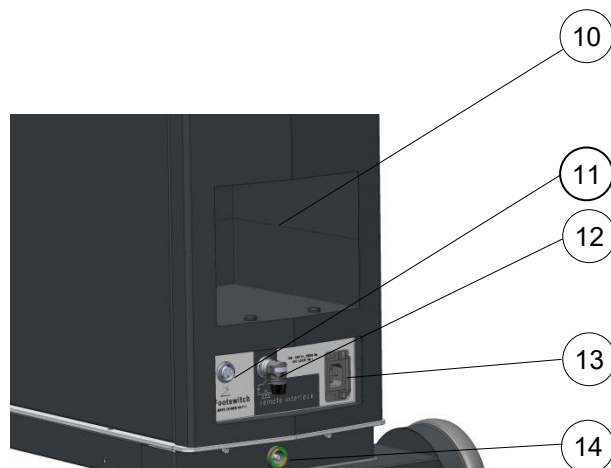

Abb. 3-2: Geräterückseite
- Um die ELIOS laser console vom Versorgungsnetz zu trennen ist der Netzstecker am Gerät (Abb. 3-2) abzustecken.
- Die ELIOS laser console ist so zu positionieren, dass ein Abstecken des Netzsteckers am Gerät (Abb. 3-2) problemlos möglich ist.
Der Fußschalter wird am Fußschalteranschluss (Abb. 3-2) angesteckt. Der Fußschalter dient zur Auslösung der Laser-Emission. Nach Betätigung des Fußschalters wird Laserstrahlung erzeugt. Sobald der Fußschalter gelöst wird, wird die Laser-Emission unterbrochen.
Die ELIOS laser console ist mit einer Potentialausgleichsbuchse ausgestattet (Abb. 3-2). Über ein Potentialausgleichskabel kann dadurch eine Verbindung zu einem zusätzlichen Potentialausgleich (ZPA) hergestellt werden.
Am Gerät steht ein Steckverbinder zum Anschluss einer fernbedienbaren Sicherheitsverriegelung, z.B. Türkontakt, zur Verfügung (Abb. 3-2). Sind die Kontakte des Steckverbinders offen, wird die Laser-Emission unterbunden. Nähere Informationen bezüglich des Anschlusses einer fernbedienbaren Sicherheitsverriegelung an die ELIOS laser console erhalten Sie von der MLase AG oder von einem von der MLase AG dazu autorisierten Servicepartner.